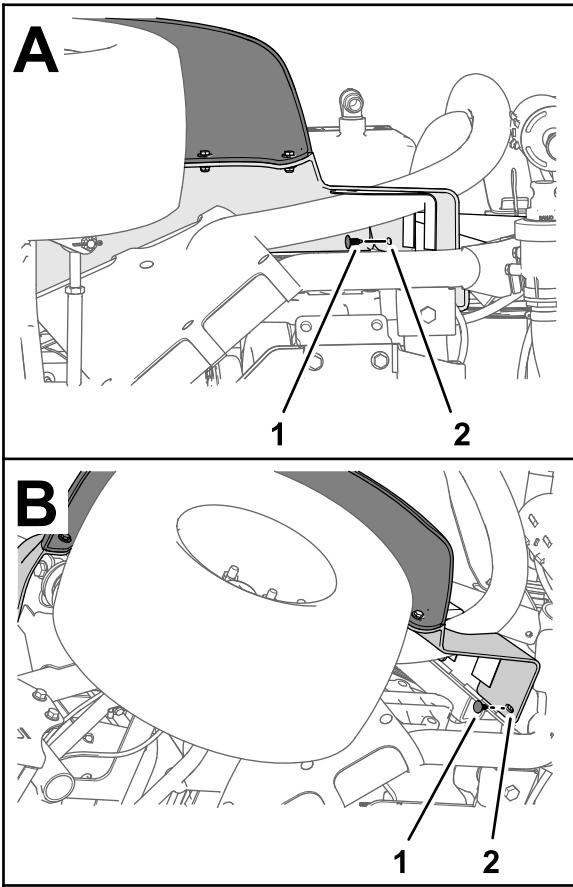

图10
- 取出将左前挡泥板固定到下 ROPS 钢管的 2 个压入式紧固件 图10。